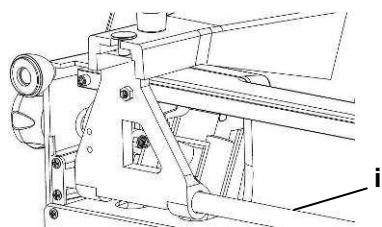

Рис.14
- Картинку регулярно смазывать машинным маслом натурального происхождения. Для этого положить ломтерезку на бок и смазать маслом оба конца оси каретки (i) (рис. 14). Затем подвигать каретку вперед и назад, чтобы смазка распределилась равномерно. Остатки смазки удалить с помощью салфетки.